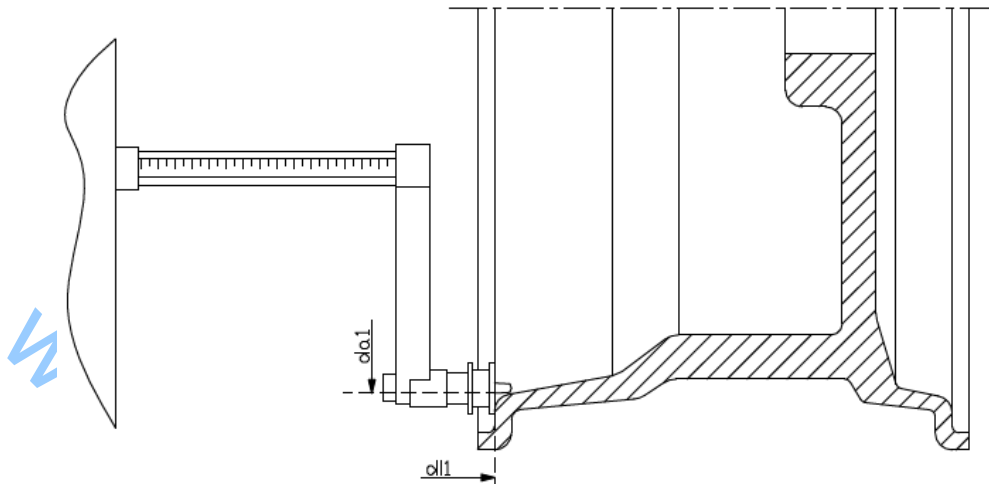
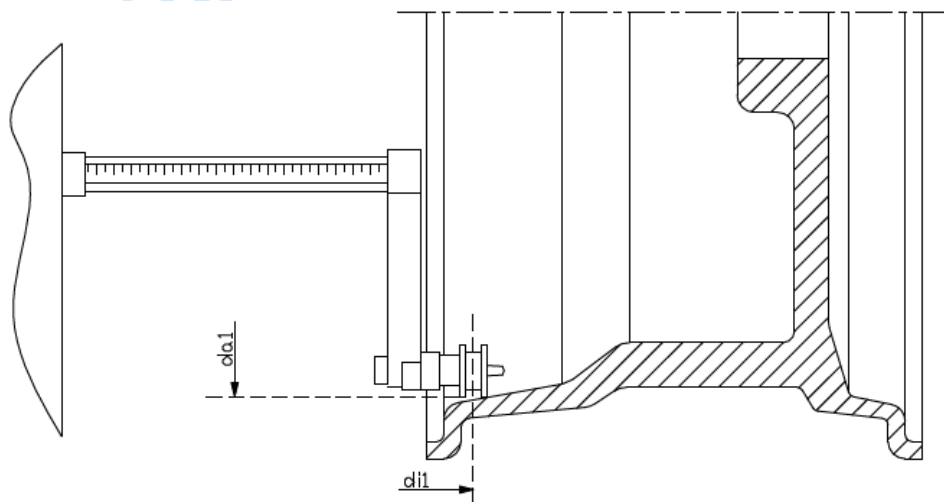

Рисунок 3.7 - Автоматическое получение расстояния к внутренней плоскости в Типе программы als1
Рисунок 3.8 - Автоматическое получение расстояния к внутренней плоскости в Типе программы als2
3. Выдвиньте датчик расстояния/диаметра и поместите его на обод, к соответствующей внутренней плоскости, выбранной для установки балансировочного грузика. См. рисунок 3.7 для типа программы ALS1 и рисунок 3.8 для типа программы ALS2;